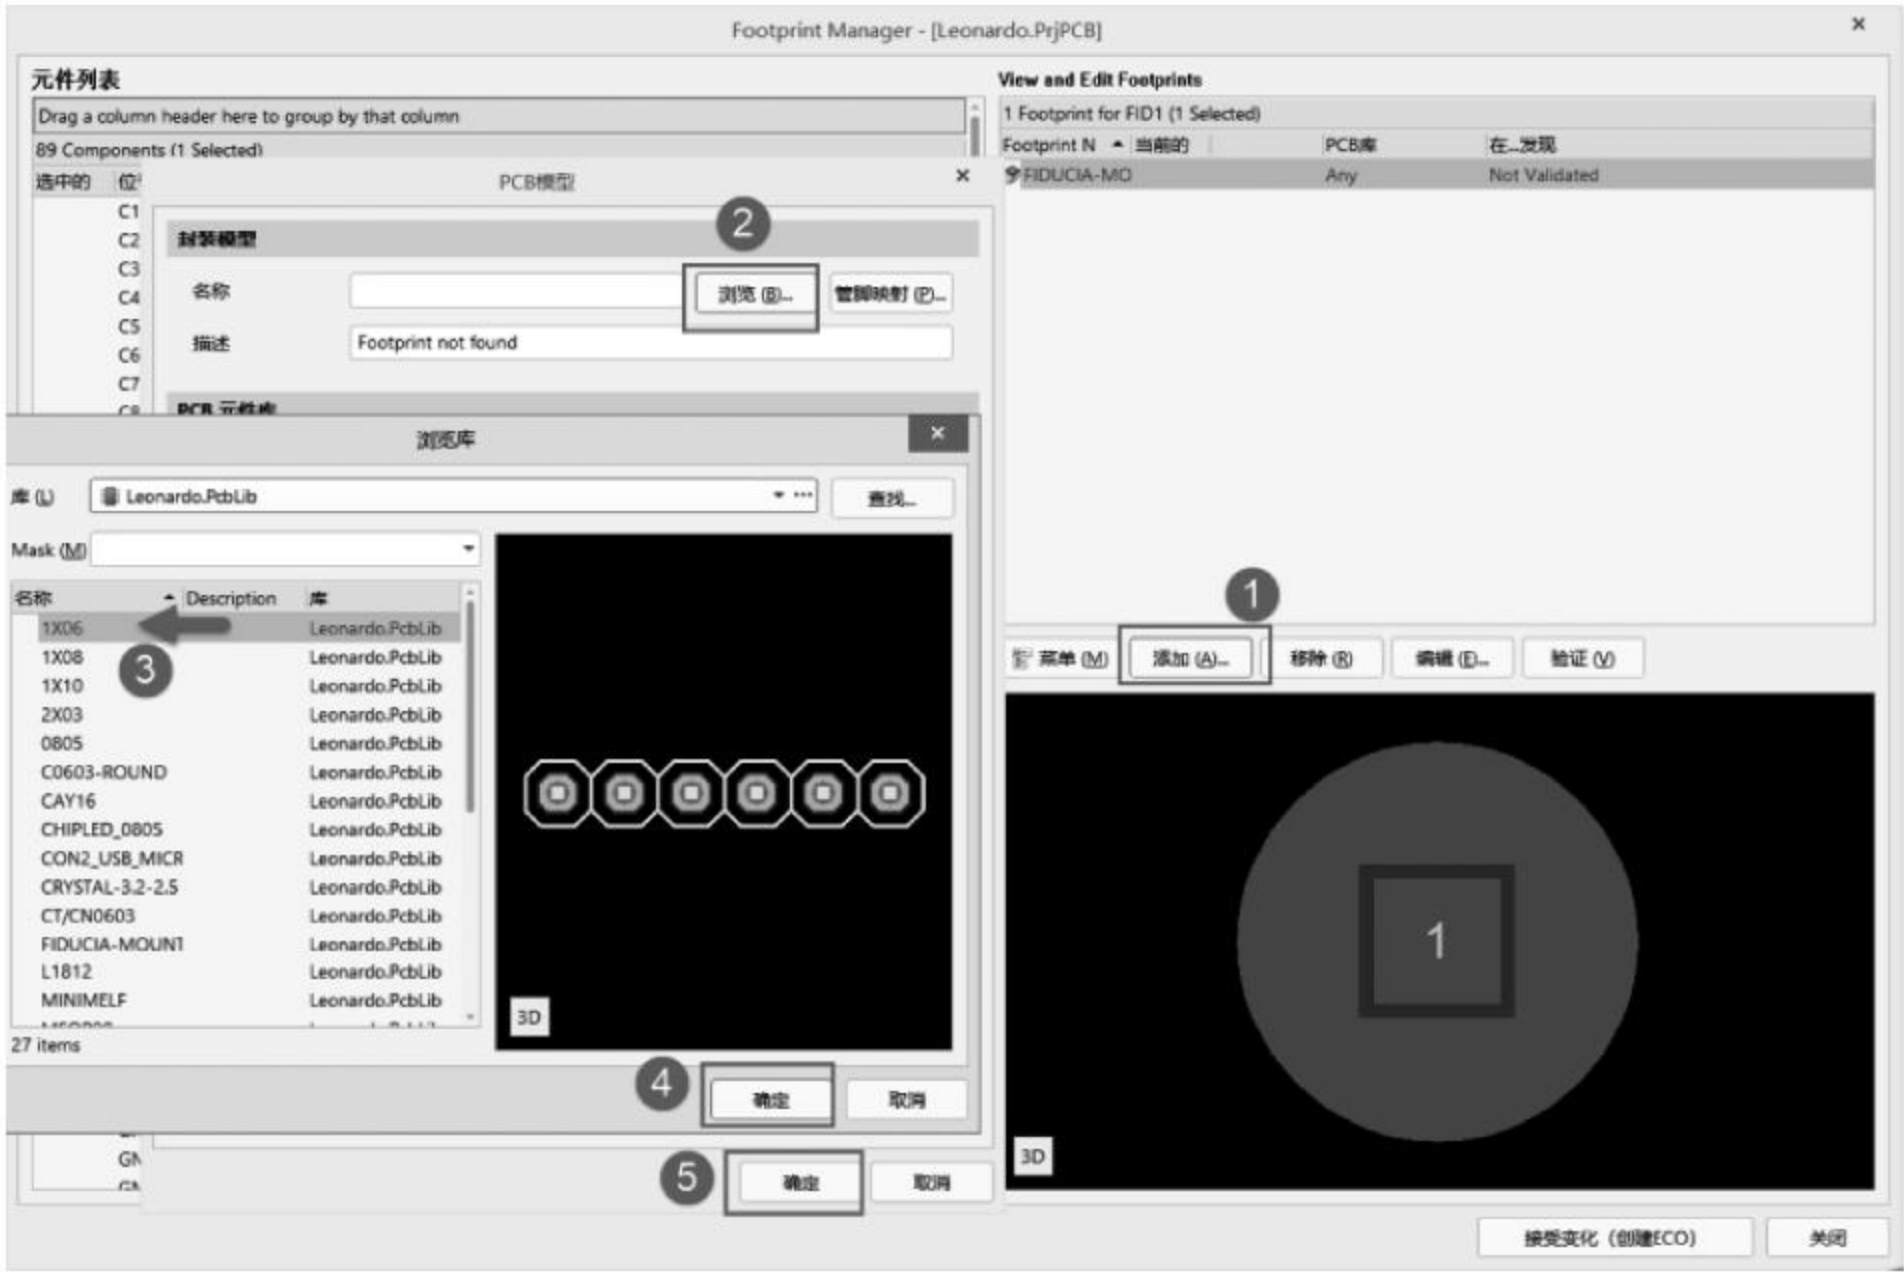

图 3-69 使用封装管理器添加封装
(4) 单击右侧的“添加”按钮,在弹出的“PCB 模型”对话框中单击“浏览”按钮,选择对应的封装库并选中需要添加的封装,单击“确定”按钮完成封装的添加,如图 3-69 所示。添加完封装后,单击“接受变化(创建 ECO)”按钮,如图 3-70 所示。在弹出的“工程变更指令”对话框中单击“执行变更”按钮,最后单击“关闭”按钮,即可完成在封装管理器中添加封装的操作,如图 3-71 所示。